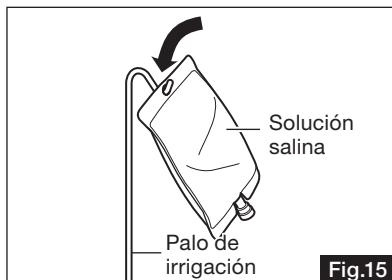

Fig.15
- 2) Cuelgue una solución salina en el polo de irrigación, retire la tapa de la aguja del tubo de irrigación e inserte la aguja en la salida de la botella (Fig. 15).